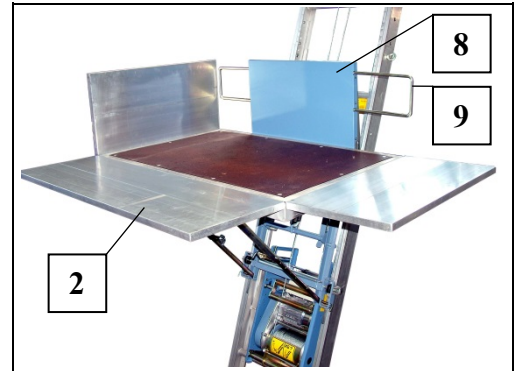

Fig. 53 Bordwände verstellen
- Die vordere Bordwand (8) kann ebenfalls abgeklappt werden (z.B. zum leichteren Entladen am oberen Leiterbahnende).
- Schutzbügel (9) nach innen schieben (siehe Fig. 53).
- Bordwand (8) nach oben anheben, abklappen und in den Rahmen der Bühnen schieben.